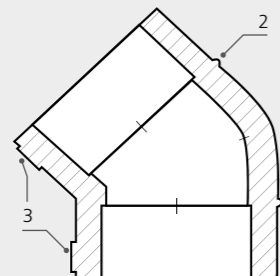

РИСУНОК 2
- Специально созданные конструктивные элементы – **метки (2)** на поверхности фитинга (рис. 2, 3 и 4) позволяют наглядно определить длину сварочного пояса раструба фитинга. Наличие таких меток упрощает процесс монтажа инженерных систем на основе PP-R труб фитингов TEVO technics. **Продольные метки (3)**, нанесенные на поверхность фитингов, позволяют соосно сварить трубы и фитинги. (рис. 2 и 3)